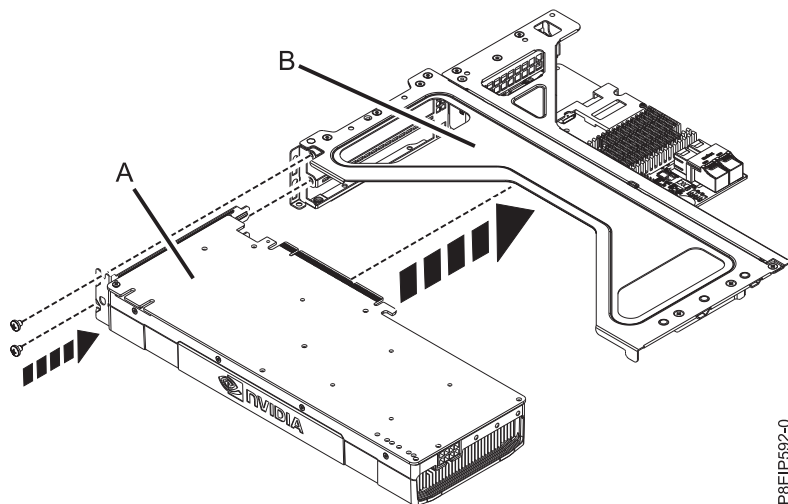

Figure 25. Insertion de l'unité de traitement graphique dans le connecteur de bus
2. Connectez l'unité de traitement graphique (A) au connecteur de bus de la carte PCIe (B) comme indiqué dans la figure 25. Fixez l'équerre de fixation de l'unité de traitement graphique avec une ou deux vis, si nécessaire.